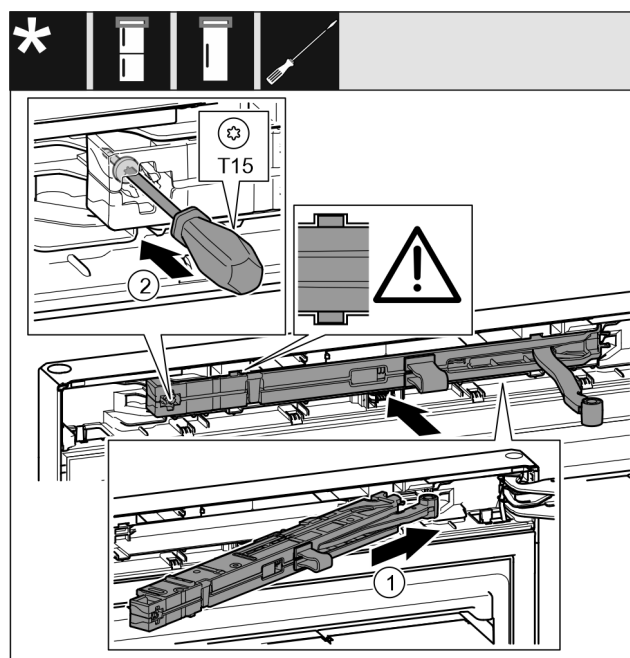

Fig. 51
- ▶ Tolja be ferdén, ütközésig a záráscsillapító egységet Fig. 51 (1) a mélyedésbe a csapágybak felőli oldalon.
- ▶ Húzza meg a csavart Fig. 51 (2) csavarhúzóval.